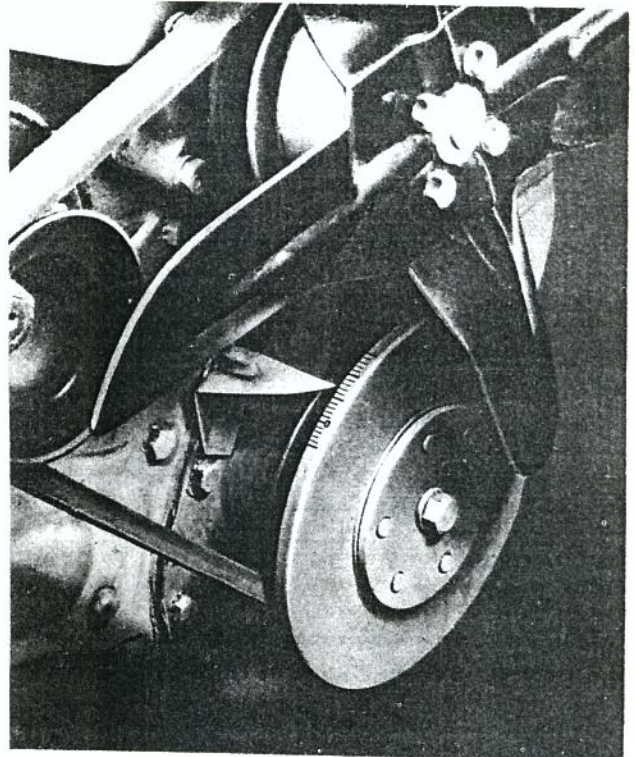

Fig. 4
- verifique se a seta está marcando 7° antes do ponto morto alto (fig. 4)